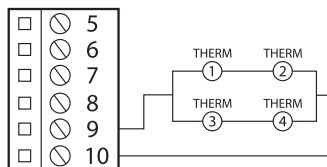
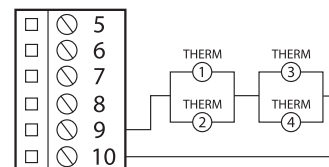

Figure 6 - Lecture moyenne de sondes multiples (Série - Parallèle)
Figure 7 - Lecture moyenne de sondes multiples (Parallèle - Série)
- Raccordement : Branchez les sondes (thermistance 10KΩ type 3) en logique série-parallèle (voir Fig. 6), ou parallèle-série (voir fig. 7), aux bornes 9 et 10